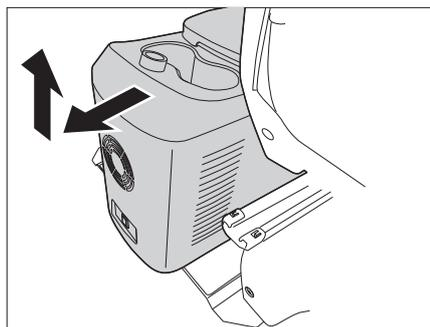

Bild 88 Kühlbox abnehmen
- Kühlbox nach hinten ziehen und nach oben abnehmen (Bild 88).